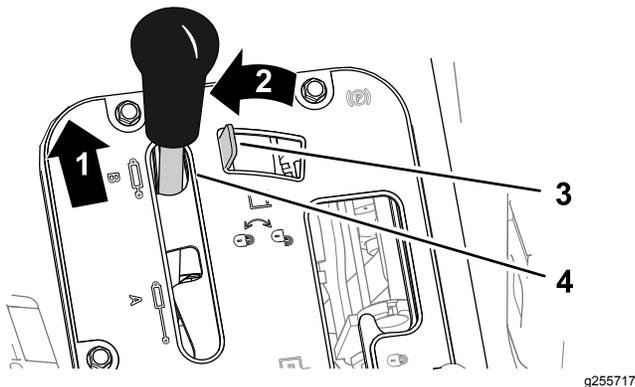

Figure 36
1. Poussez le levier de commande hydraulique vers l'avant (Figure 36).
2. Déplacez le dispositif de blocage de la commande hydraulique vers la gauche pour l'enclencher (Figure 36).